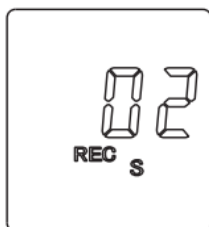

Fig.4
- 5.1 Para ajustar o intervalo de tempo de amostragem de dados. Pressione MODE novamente, as indicações "REC" e "S" estarão piscando ao mesmo tempo (Fig.4)